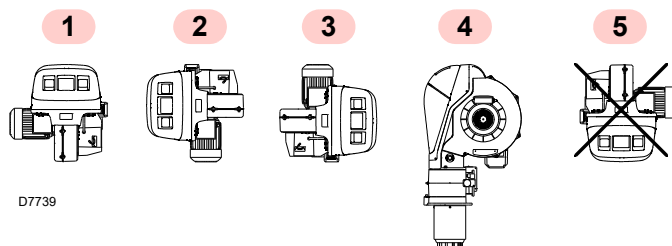

Fig. 9
- O queimador está pré-configurado exclusivamente para o funcionamento nas posições 1, 2, 3 e 4. (Fig. 9).